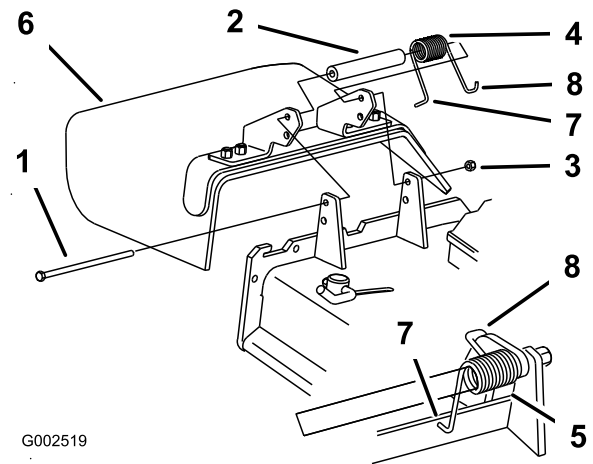

Figura 44
1. Togliete il dado di bloccaggio, il bullone, la molla e il distanziale che fissano il deflettore alle staffe orientabili del tosaerba (Figura 44).
Nota: Verificate che l'estremità a **L** della molla si trovi dietro il bordo del piatto di taglio prima di montare il bullone, come illustrato nella Figura 44.
5. Infilate l'estremità a gancio **J** della molla attorno al deflettore dello sfalcio (Figura 44).